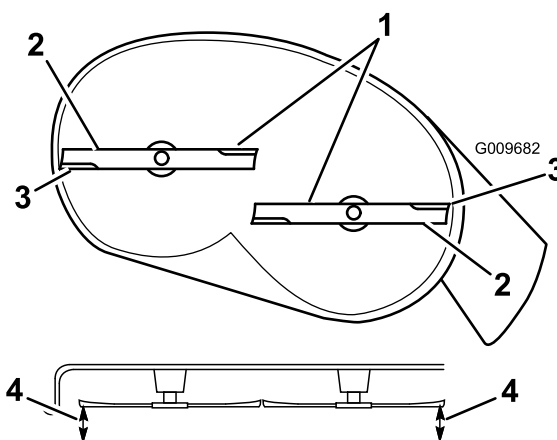
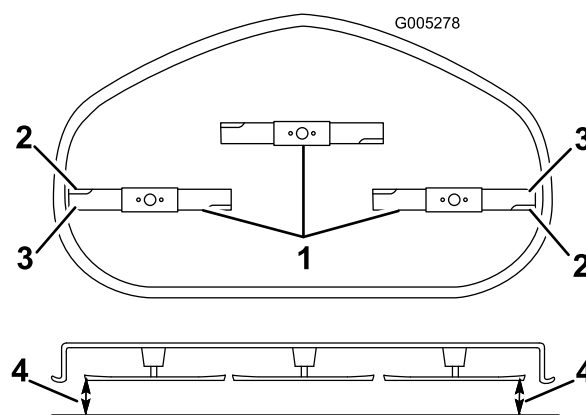

Figura 60
Figura 61
4. Rode cuidadosamente as lâminas para que todas estejam alinhadas (Figura 60 e Figura 61).
5. Meça entre as extremidades de corte exteriores e a superfície plana (Figura 60 e Figura 61).